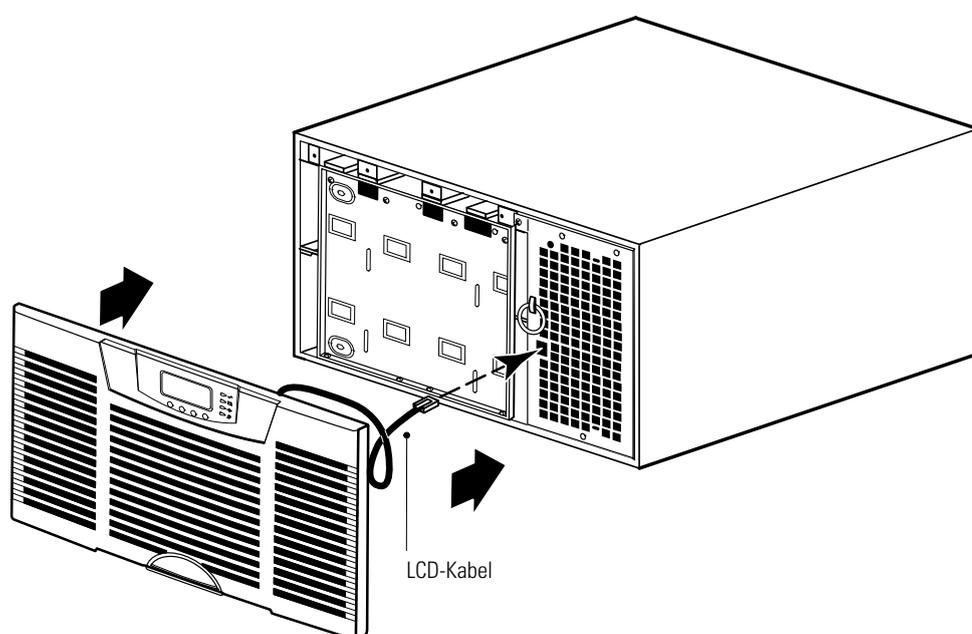

Abbildung 55. Austauschen der USV-Frontklappe
7. Die Frontplatte der USV austauschen (siehe Abbildung 55).